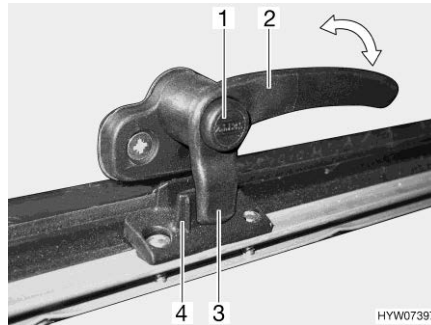
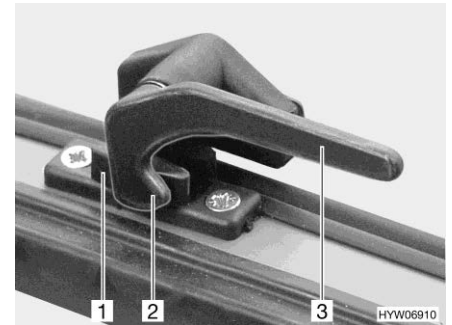

Fig. 68 Leva di serraggio con bottone di sicurezza in posizione "Chiuso"
Fig. 69 Leva di serraggio in posizione "Chiuso"
- Se presente, premere e tenere premuto il bottone di sicurezza (Fig. 68,1).
- Ruotare tutte le leve di serraggio (Fig. 68,2 o Fig. 69,3) di un quarto di giro verso il centro dell'oblò.
- Ruotare tutte le leve di serraggio (Fig. 68,2 o Fig. 69,3) di un quarto di giro verso il telaio. Il nasello di chiusura (Fig. 68,3 o Fig. 69,2) si trova sulla parte interna del bloccaggio dell'oblò (Fig. 68,4 o Fig. 69,1).
- In posizione "Completamente chiusa" (Fig. 68 e Fig. 69)